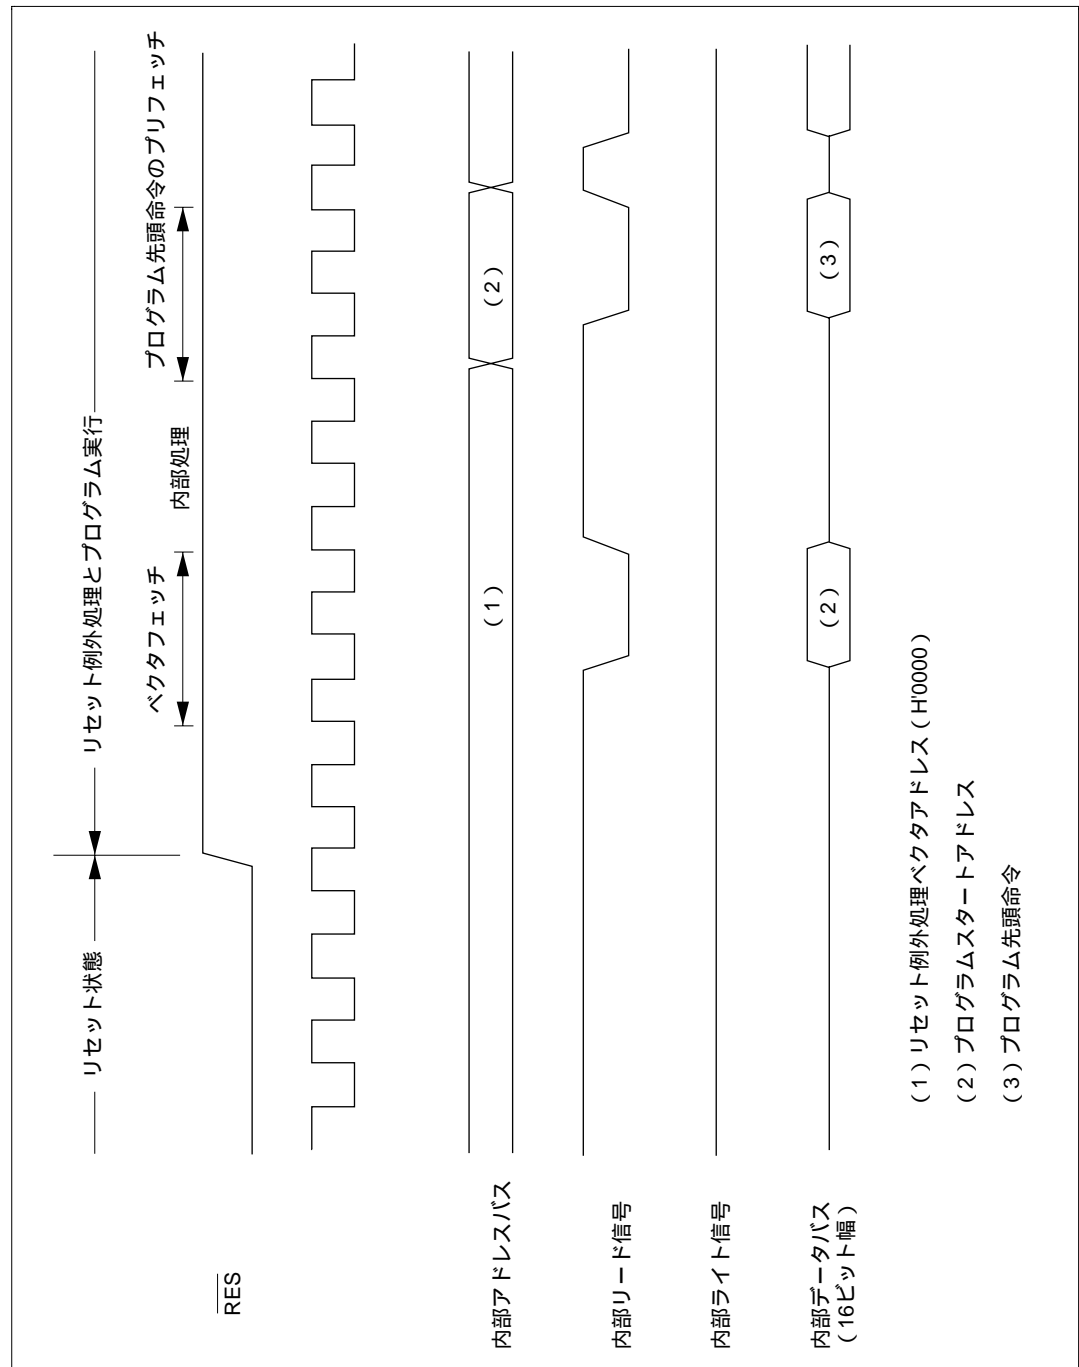

図 3.1 リセットシーケンス
$\overline{\text{RES}}$ 端子が Low レベルから、High レベルになると、リセット例外処理が開始されます。リセット例外処理では、リセット例外処理ベクタアドレス (H'0000 ~ H'0001) の示す内容をリードして、プログラムカウンタ (PC) に転送します。その後、PC で示されるアドレスからプログラムの実行を開始します。リセットシーケンスを図 3.1 に示します。